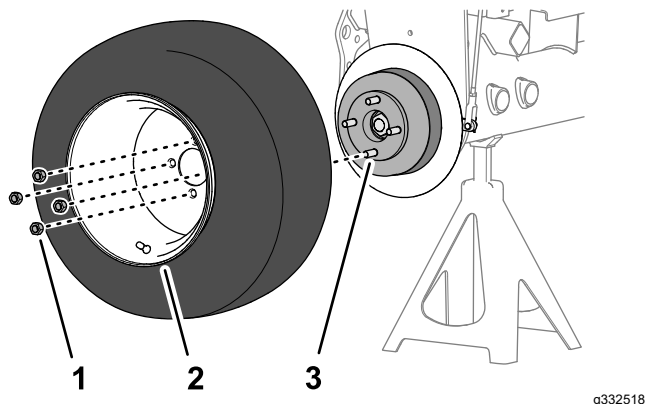

Figure 88
1. Fixez la roue sur le moyeu avec les 4 écrous de roue (Figure 88), et serrez les écrous à la main.